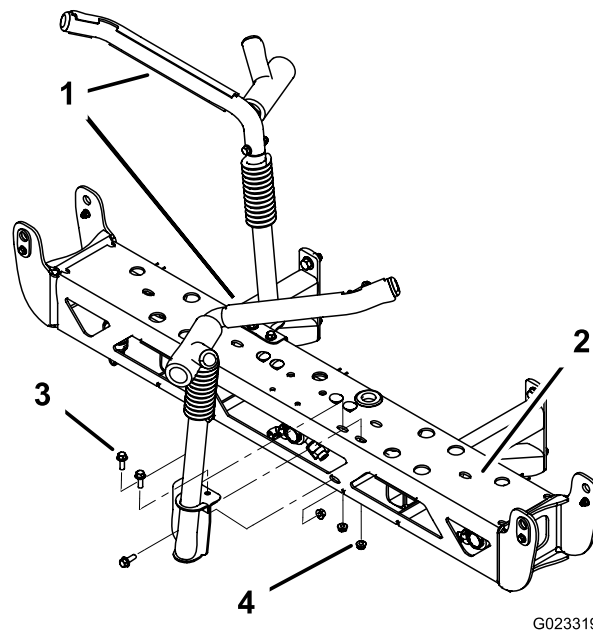

Figure 12
1. Montez les berceaux de transport sur l'ensemble rampe centrale au moyen de 6 boulons (3/8 x 1-1/4 po) et 6 contre-écrous (3/8 po), comme montré à la Figure 12.